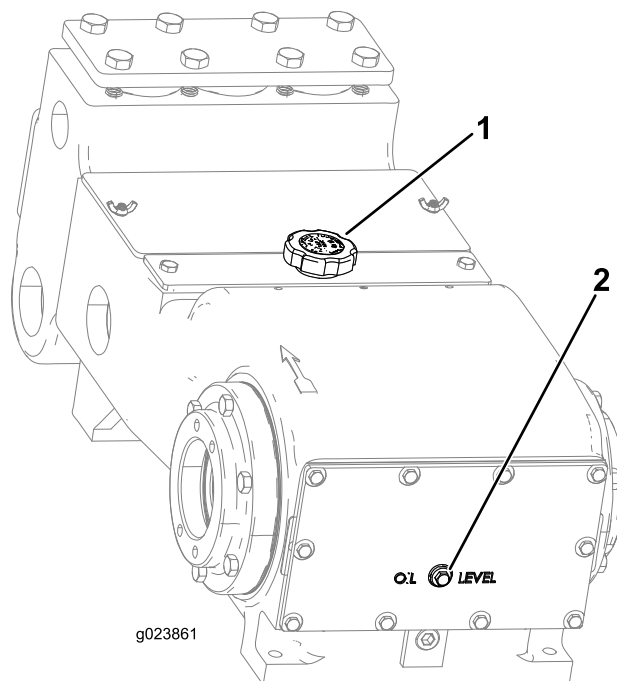
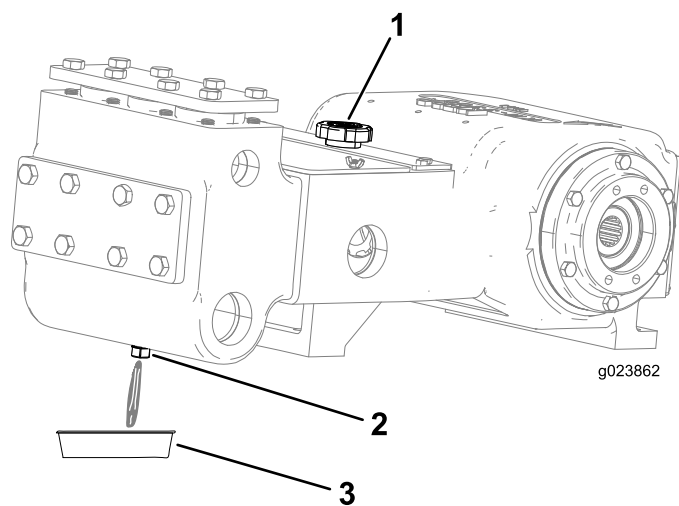

Рисунок 121
Рисунок 122
2. Отверните контрольную пробку уровня масла в картере (Рисунок 121).
3. Убедитесь, что уровень масла находится на отметке заполнения, как показано на Рисунок 121.
4. Удалите сливную пробку и подставьте сливной поддон под сливное отверстие (Рисунок 122).
6. Дайте маслу стечь из сливного отверстия в сливной поддон (Рисунок 122).
8. Снимите крышку маслозаливной горловины (Рисунок 122) и залейте приблизительно 1,8 л масла или пока его уровень не достигнет контрольной пробки, как показано на Рисунок 121.